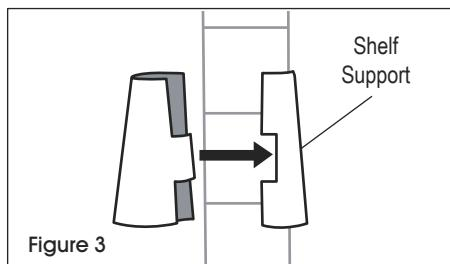

Figure 3
1. Start with the lowest shelf. Snap the interlocking pieces of a shelf support (wide end down) around the post at the lowest groove where shelf is to be located. Slide the support up or down until it snaps onto the groove. Add a shelf support to the same place on the remaining posts. (See Figure 3)
1. Commencez par la tablette la plus basse. Enclenchez les pièces emboîtables d'un support de tablette (extrémité la plus large vers le bas) autour du montant, au niveau de la rainure la plus basse où la tablette doit être installé. Faites glisser le support vers le haut ou vers le bas jusqu'à ce qu'il s'enclenche dans la rainure. Ajoutez un support de tablette au même emplacement sur les montants restants. (Voir Figure 3)